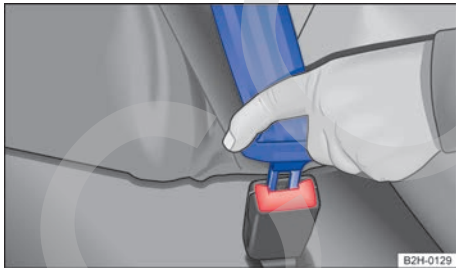

Fig. 60 Insertar la lengüeta del cinturón abdominal en el cierre del mismo.
- Inserte bien la lengüeta del cinturón en el cierre del cinturón correspondiente a la plaza → fig. 60.